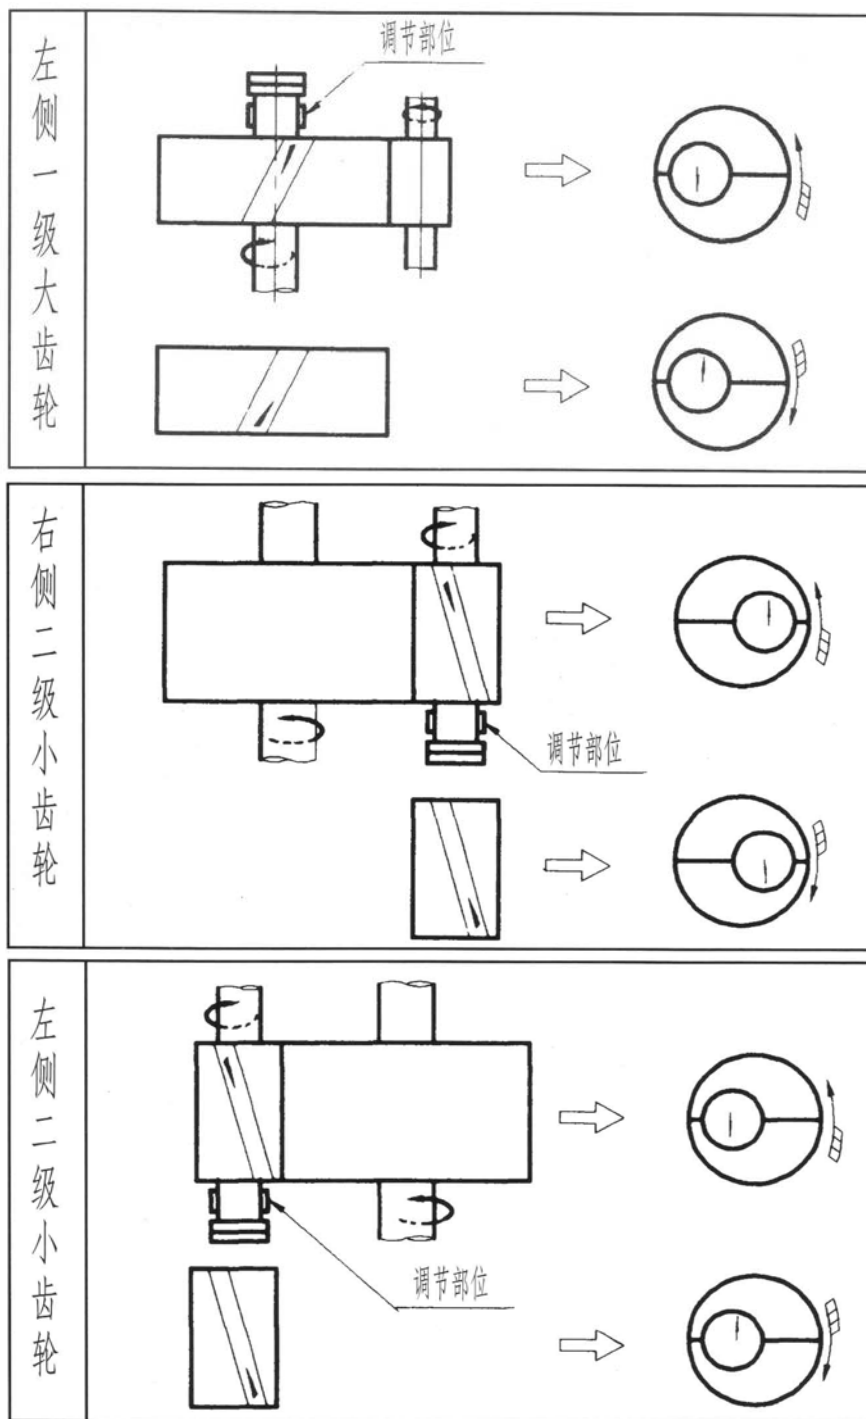

图 1-14 着色部位和调整方向示意
5.5.1 要据实际接触斑点,估算出需要调整的偏心量和方向。接触斑点部位和旋转方向间的关系见图 1-14。
5.5.2 拆除偏心轴承定位销,取下轴承盖和上轴瓦,将需调整的齿轮稍微向上抬起,拿铜棒轻轻敲击下轴瓦的侧边,使偏心轴承转过估算的角度(见图 1-14)后放下齿轮,装好上轴瓦轴承盖,重新着色检查,直至符合要求。